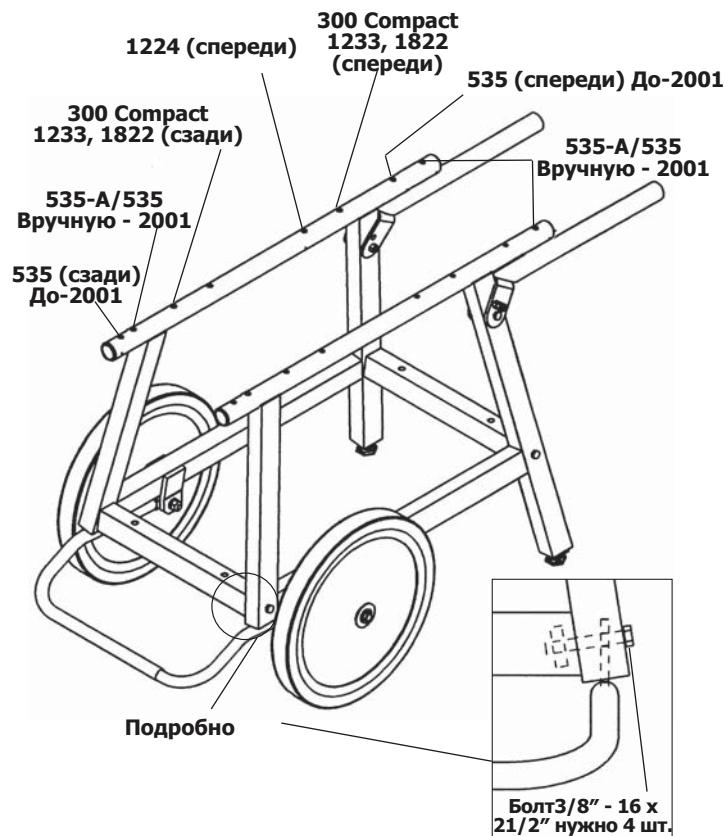

Рисунок 3 – Опора в сборе
- Соберите опору, чтобы "внутренние" наклейки располагались по направлению к внутренней части опоры (рисунок 3).
**ОСТОРОЖНО** Для правильного баланса и работы станки RIDGID необходимо зафиксировать через подходящие отверстия в ножках (рисунок 3).